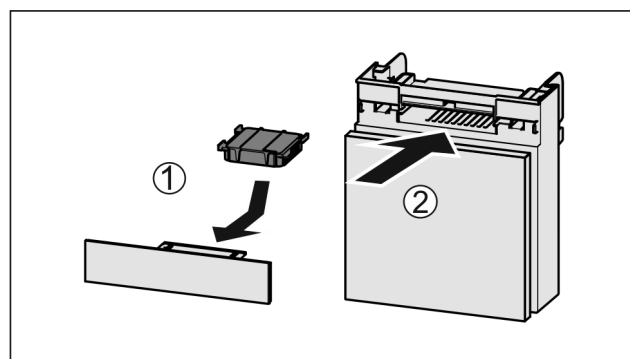

Fig. 160
- ▶ Aseta aktiivihiilisuodatin kuvan mukaisesti paikoilleen Fig. 160 (1).
- ▶ Työnnä lokero kiinni Fig. 160 (2).